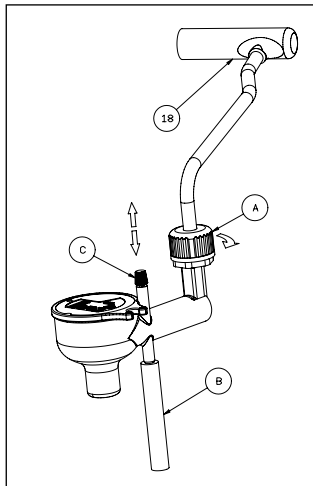

FIG 2
- Stellen Sie sicher, dass das Handrad (4) des Dampfahns geschlossen ist, (Foto B);
- Drehen Sie die Dampf Düse (12) im Uhrzeigersinn bis zur Endposition und ziehen Sie die Dampf Düse aus Ihrem Sitz heraus, indem Sie sie nach rechts ziehen, (Foto N).
Setzen Sie die Vorrichtung zur Cappuccino Automatik in das Dampfrohr (18), indem Sie sie so weit nach oben drücken, bis das Dampf abgaberohr am Stutzen anliegt; ziehen Sie anschließend den Gewindekranz wieder fest, indem Sie ihn im Uhrzeigersinn drehen. (Fig. 2);
- Setzen Sie in dieselbe Aufnahme die Vorrichtung mit der Cappuccino Automatik (17) ein, indem Sie nach links schieben, (Foto 2). Drehen Sie die Vorrichtung mit der Cappuccino Automatik (17) gegen den Uhrzeigersinn bis zur Endposition.